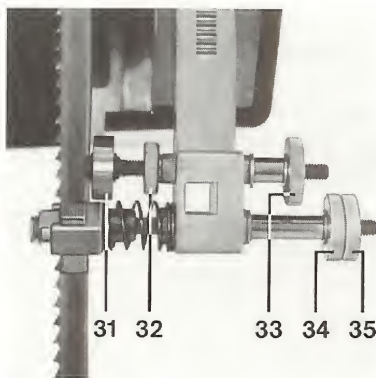

Bild 8
Das Bandsägeblatt so auflegen, daß seine Zähne (wie in Bild 8) auf der ablaufenden Seite nach unten zeigen.
Die Halterung der Führungsbacken (oberhalb und unterhalb der Tischplatte) durch Drehen an den Rändelmutter (34) (Bild 8) (im Uhrzeigersinn) so weit nach hinten verschieben, daß die Seitenkante des Schleifbandes frei läuft.